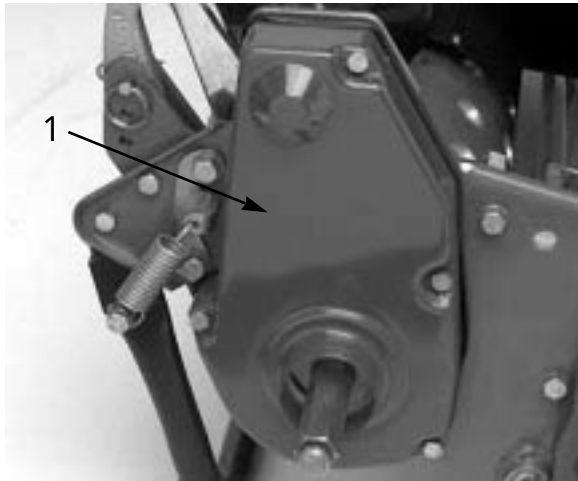

図 36
- ベルト・カバー固定ネジを取り、カバーを外して、ベルトを露出させる (図36)。